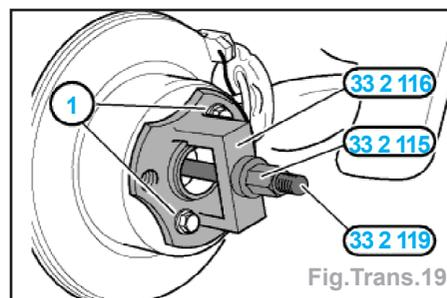

Fig. Trans. 19
- Visser (Fig. Trans. 19) :
- l'outil 33 2 116 avec les 2 vis (1).